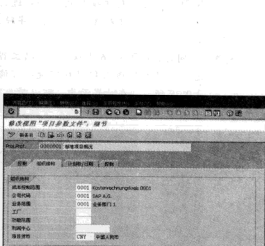

图 9-30 设置“组织结构”页
STEP 2 选择“组织结构”页, 从中可以设置项目的“成本控制范围”、“公司代码”、“业务范围”、“工厂”、“功能范围”、“利润中心”及“项目货币”等, 如图 9-30 所示。